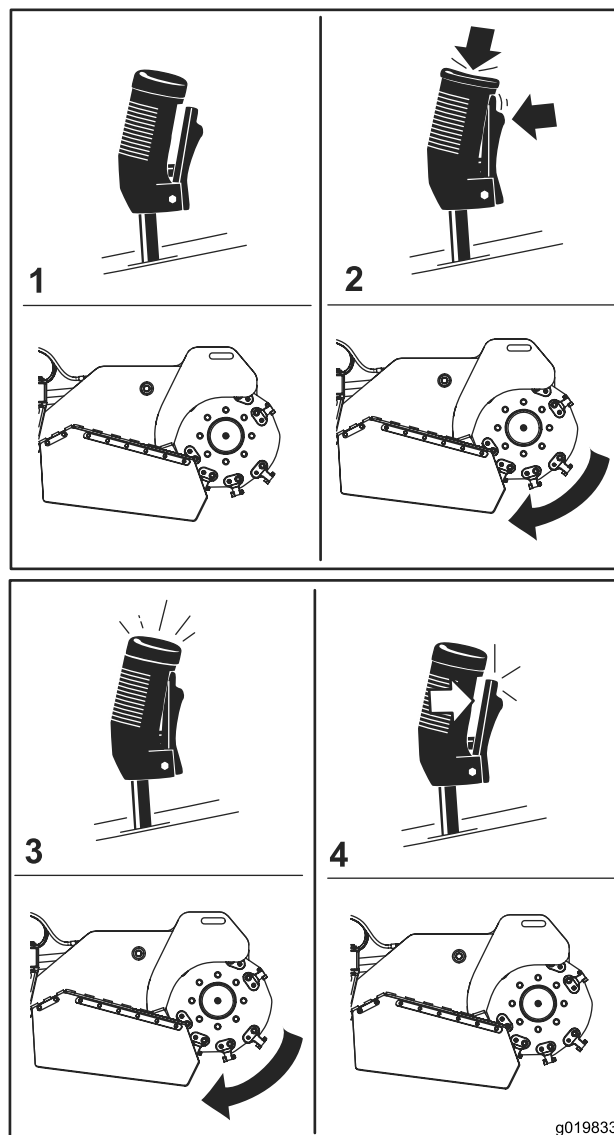

図 12
- グラインダ 図 12 の動作を開始するには、トリガを握り込んだ状態で、レバー上部にある赤いボタンを押します。グラインダが動作を開始したら赤いボタンから指を離してかまいません。
- グラインダ 図 12 を停止するには、トリガから 0.5 秒間以上手を離します。